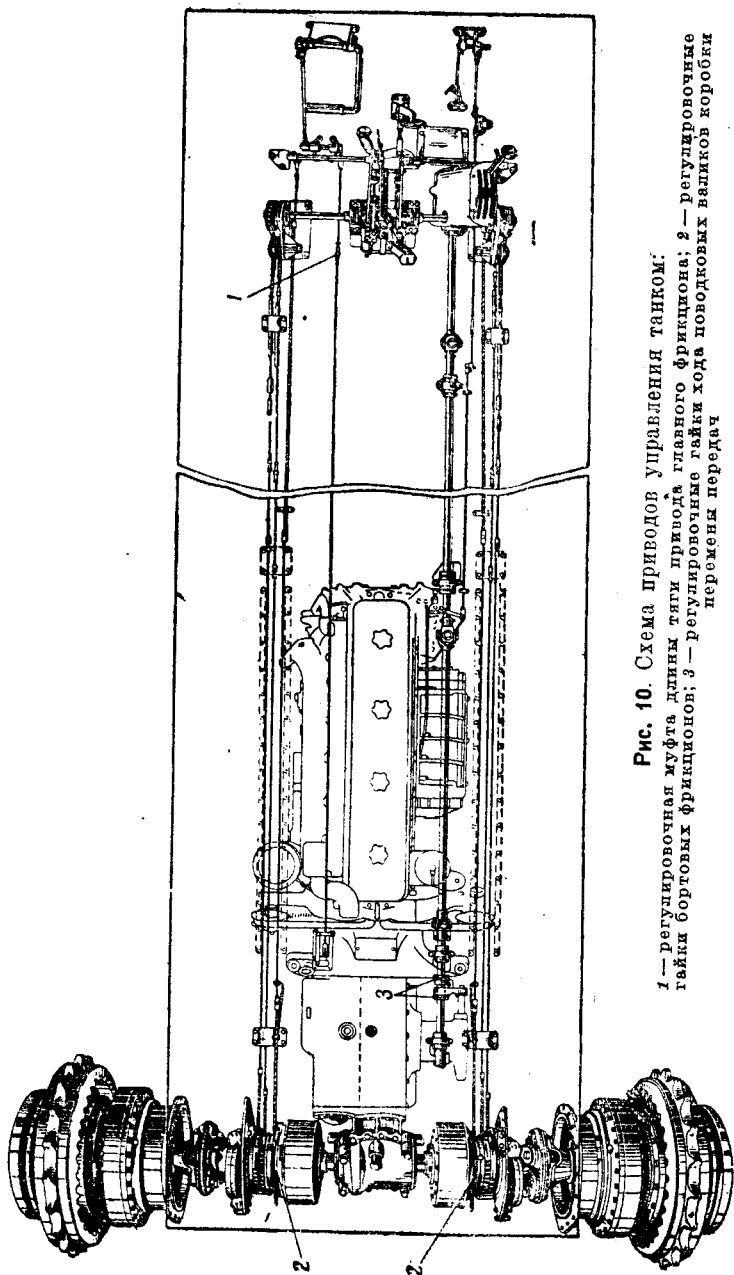

Рис. 10. Схема приводов управления танком:
Зазор между подшипником выжимной муфты и концами выжимных рычагов установить регулировкой длины тяги 1 (рис. 10).
3. Расшплинтуй и ослабь стопорные болты и сдвинь две стопорные планки так, чтобы они вышли из прорезей регулировочной гайки 2 (рис. 10).